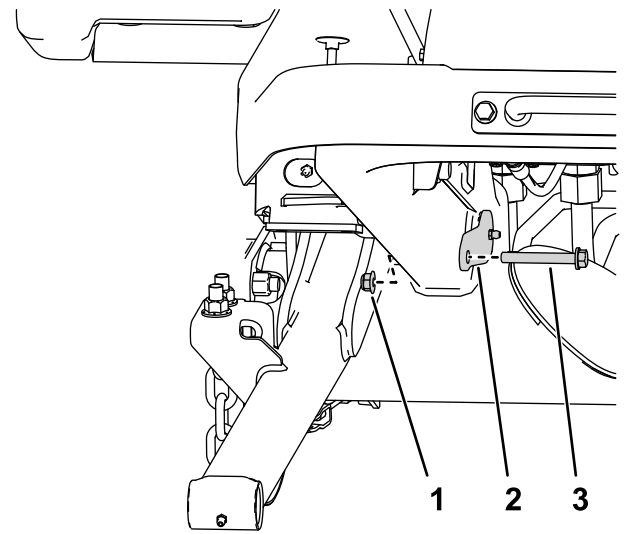

图 7
4. 用 2 个螺母 $\frac{3}{8}$ 英寸和 2 个螺栓 $\frac{3}{8}$ x 2- $\frac{3}{4}$ 英寸将大销钉固定到机架图 7。